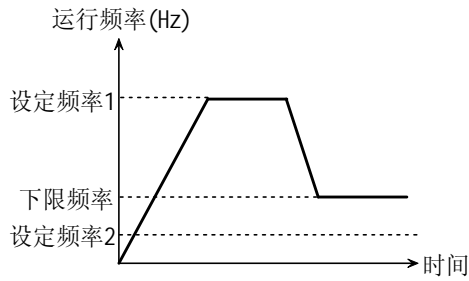

图 5-2-3 运行在下限频率
- 选择0：运行在下限频率时，如果设定频率小于下限频率，则实际运行频率为下限频率而不是设定频率，如图5-2-3所示。